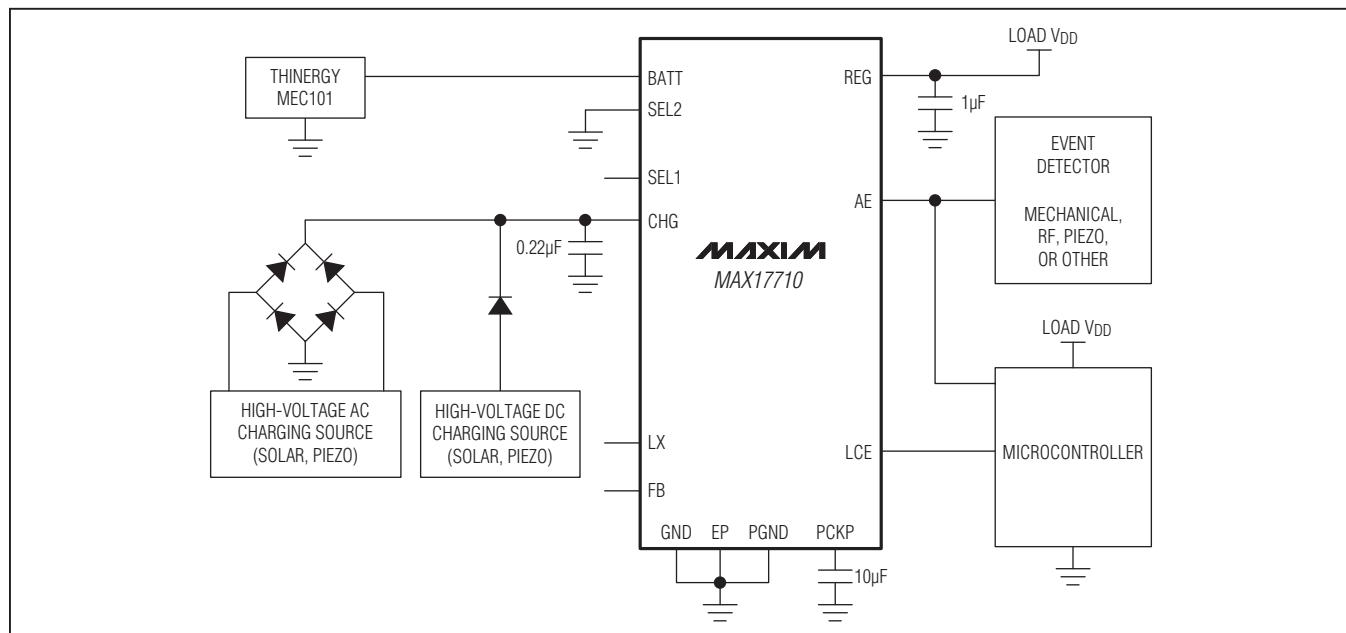

图1. 从高压充电电源收集能量的典型充电电路
**ELECTRICAL CHARACTERISTICS (continued)**(VCHG = +4.3V, Figure 1, TA = -40°C to +85°C, unless otherwise noted. Typical values are at TA = +25°C.) (Note 1)
只要收集到的能量将CHG引脚拉高至5.3V以上，内部并联稳压器将开启对地通路，限制CHG引脚的电压。内部并联稳压管通路可承受高达50mA的电流。如果收集能源可能超出这一功率限制，则需要增加外部保护电路以防损坏器件。图1所示为从高压充电电源收集能量的典型充电电路。注意，从高压源充电时，建议在CHG引脚安装0.22μF电容，以保持并联稳压管稳定工作。